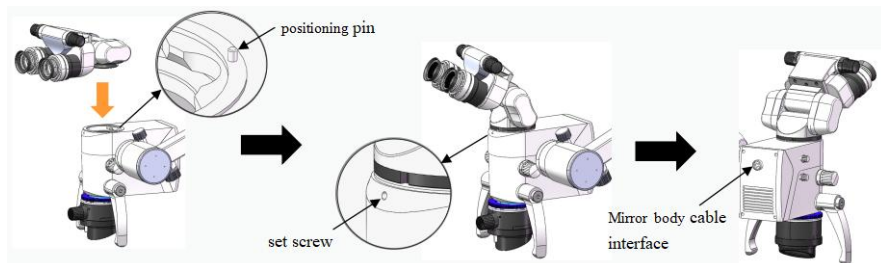

Рис. 11.3.2 Сборка зеркального тубуса
- 2) Достаньте бинокулярный тубус, ослабьте винт [31] в верхней части корпуса объектива, снимите защитный кожух. Знак ⚠ означает положение установочного винта. Вставьте корпус зеркала, как показано на рис. 11.3.2. При этом позиционный паз на нижней поверхности цилиндра окуляра нужно соотнести с позиционным выступом на корпусе зеркала, а поверхность установки должна быть ровной и плоской. Затем с помощью шестигранного ключа № 2 затяните установочный винт сверху корпуса зеркала. Наконец соедините коннектор кабеля на поперечном рычаге с разъемом сзади корпуса зеркала.